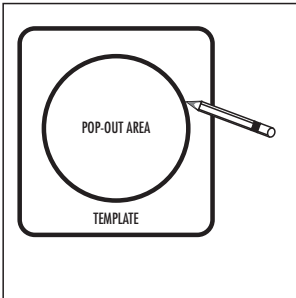

FIGURE 6
3. Using the template, trace the installation location with a pencil. You can do this by holding the template in your preferred location and tracing within it or around it. This is the exact cutout size [Figure 6].
3. Placez le gabarit à l'endroit choisi pour l'installation puis tracez autour du gabarit avec un crayon. Le traçage est la taille exacte de l'embrasure à pratiquer [Figure 6].